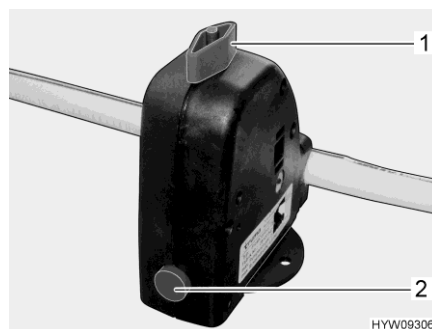

Fig. 89 Valve de sécurité et de vidange (chauffe-eau)
Le chauffe-eau est équipé d'une valve de sécurité et de vidange (Fig. 89). La valve de sécurité et de vidange empêche que l'eau ne gèle dans le chauffe-eau lorsque le chauffage n'est pas allumé en cas de gel.
- Fermer la valve de sécurité et de vidange. Tourner pour cela le bouton rotatif (Fig. 89,1) dans le sens transversal par rapport à la valve de sécurité et de vidange et enfoncer le bouton-poussoir (Fig. 89,2).
- Ouvrir la valve de sécurité et de vidange. Tourner le bouton rotatif (Fig. 89,1) dans le sens longitudinal par rapport à la valve de sécurité et de vidange. Le bouton-poussoir (Fig. 89,2) ressort. Le chauffe-eau est vidé à l'extérieur par le biais de la valve de sécurité et de vidange.